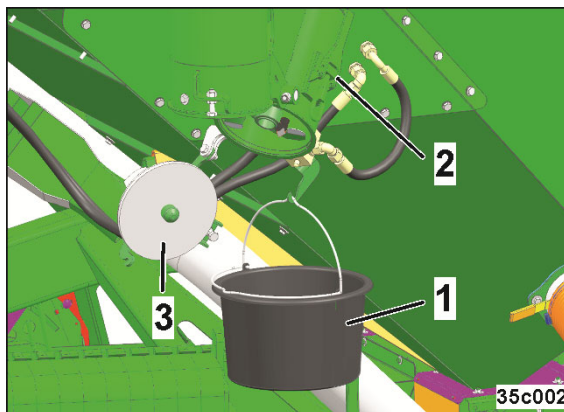

Fig. 247
1. Accrocher l'auget collecteur (Fig. 247/1)
2. Déverrouiller le clapet (Fig. 247/2)
3. Ouvrir le clapet (Fig. 247/3)
10. Fermer le clapet (Fig. 247/3)
11. Verrouiller le clapet (Fig. 247/2)